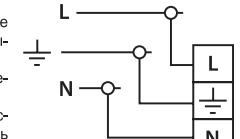

Рис. 1
3. При соединении подготовленные концы проводов к проводам светильника обозначенных L, N, (символ заземления) способом допустимым «Правилами устройства электроустановок». LUMIN'ARTE рекомендует применять клеммные колодки. Рис. 1. Крепление типа Z - внешний гибкий кабель или шнур данного светильника не может быть заменен; если шнур окажется поврежден, то светильник должен быть утилизирован.